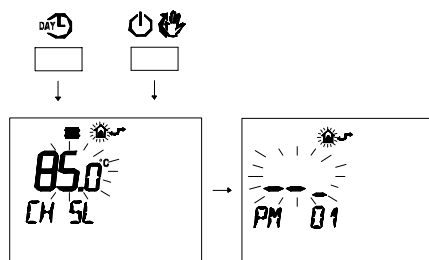

Figura 5.62
- Premere contemporaneamente i pulsanti  $\text{DAY}$  e  $\text{ON}$  per entrare nella programmazione trasparente (Figura 5.62).